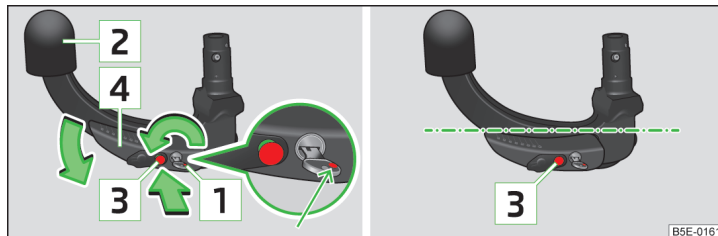

Abb. 119 Bereitschaftsstellung einstellen / Bereitschaftsstellung
- Den Schlüssel drehen, sodass seine rote Markierung **1** » Abb. 119 sichtbar ist.